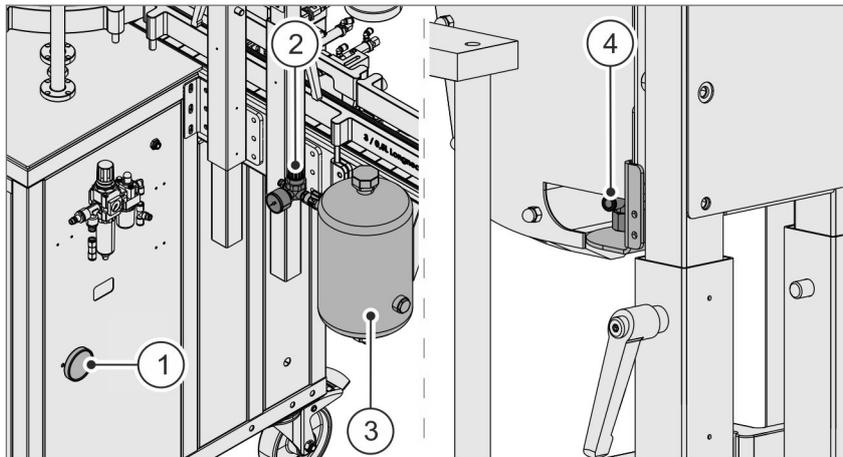

Abb. 15 Hochdruckeinspritzung HDE (Option)
- ① Thermometer/Heizung
- ② Druckregler
- ③ Druckbehälter
- ④ Einspritzdüse
Über die Hochdruckeinspritzung HDE wird vor dem Verkorken destilliertes Wasser aus einem Druckbehälter Abb. 15/③ über eine Einspritzdüse Abb. 15/④ in die Glasflaschen eingespritzt. Dadurch wird das in die Flasche gefüllte Abfüllmedium aufgeschäumt und O_2 aus dem Flaschenhals gedrückt. Dieser Prozessschritt sorgt dafür, ein CO_2 -haltiges Abfüllmedium haltbarer zu machen.
Die Heizung Abb. 15/① erwärmt das in dem Druckbehälter befindliche destillierte Wasser.
Über den Druckregler Abb. 15/② wird der Druck für die Einspritzung des destillierten Wassers in die befüllte Glasflasche eingestellt.